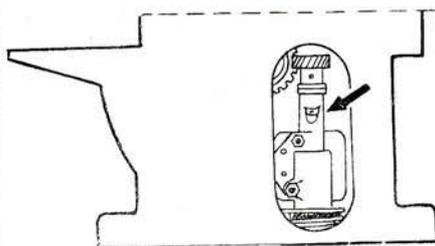

Рис. 11
10. Проверить чистоту смазочного отверстия масляного насоса (рис. 11). Надеть на шпильки бумажную прокладку, а затем насос. Торцевым ключом 11 мм с воротком завернуть две гайки крепления насоса. Поставить под насос сетку-фильтр и проследить, чтобы при вращении червяка насоса сетка не протиралась.